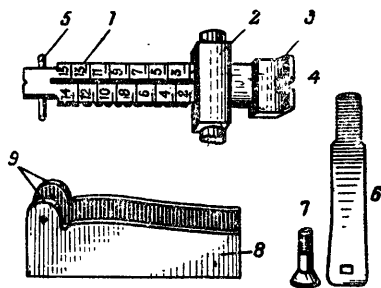

Рис. 10. Прицел:
10. Прицел (рис. 10) служит для стрельбы на различные расстояния. Он состоит из прицельной колодки, прицельной планки с хомутиком и пружины прицельной планки.